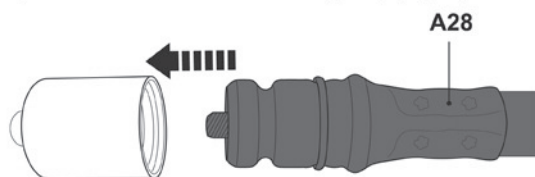

Fig. 3
- > Retire a tampa de proteção pré-instalada do tubo flexível (A28) (Fig. 3).